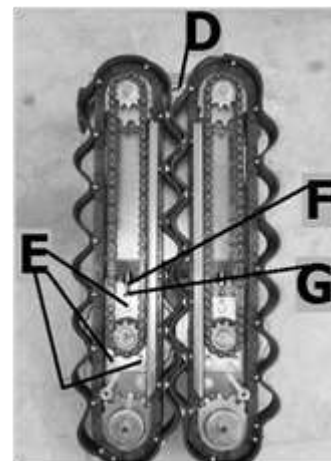

Рис. 16
Ослабить три винта (Е), Рис. 16, и контргайки (F). Винт (G) поворачивать и настроить натяжение цепи. Контргайки (F) и винты (Е) снова затянуть.